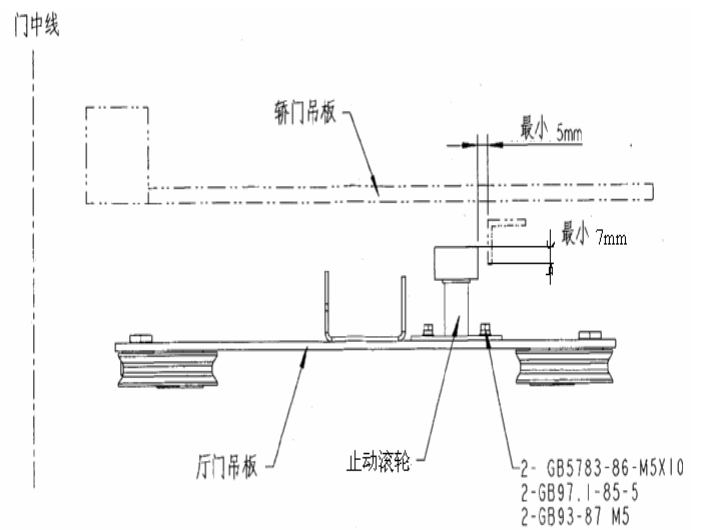

图 2-19 防扒叶片的裝配
5. 关门到位时，止动滚轮（安装在厅门挂板上）与防扒开叶片的相对位置如图 2-19 所示，且叶片处于抬起状态（叶片在关门过程中，叶片上的滚轮在门机上的支架作用下抬起），需确保止动滚轮和叶片距离大于 5mm。此时，叶片上的支架与门机上的支架相互脱离。